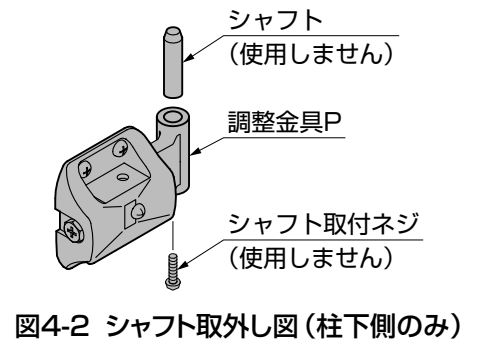

図4-2 シャフト取外し図(柱下側のみ)
- 柱下側の調整金具（上）のシャフト取付ネジを外し、シャフト部を取除いてください。（図4-2参照）
- ①調整金具のシャフト取付ネジを外し、シャフトを抜いてください。(図4-2参照)